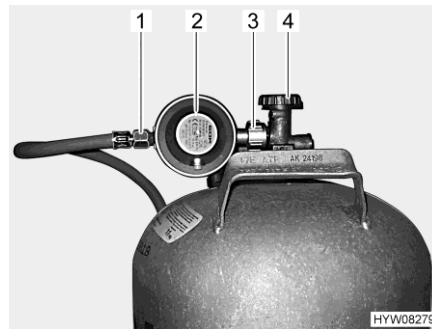

Bild 128 Anschluss Gasflasche
- Haupt-Absperrventil (Bild 128,4) an der Gasflasche schließen. Pfeilrichtung beachten.
- Gasdruckregler (Bild 128,2) festhalten und Rändelmutter (Bild 128,3) öffnen (in der Regel Linksgewinde).
- Gasdruckregler mit Gasschlauch (Bild 128,1) von der Gasflasche abnehmen.
- Gasdruckregler (Bild 128,2) mit Gasschlauch (Bild 128,1) an die Gasflasche ansetzen und Rändelmutter (Bild 128,3) zudrehen (in der Regel Linksgewinde). **Nicht** zu fest anziehen.